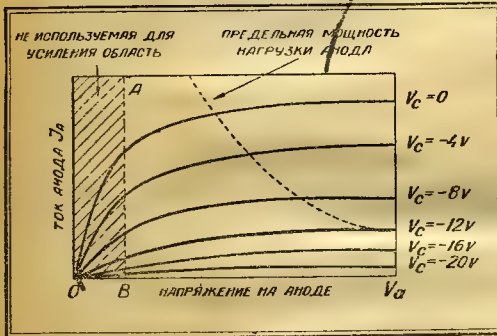
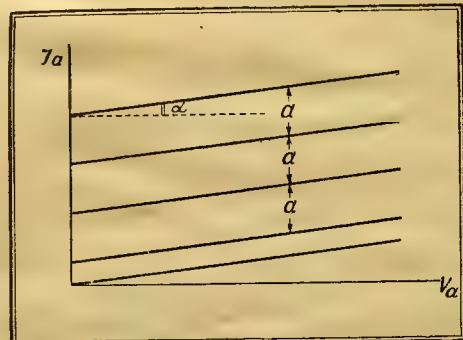
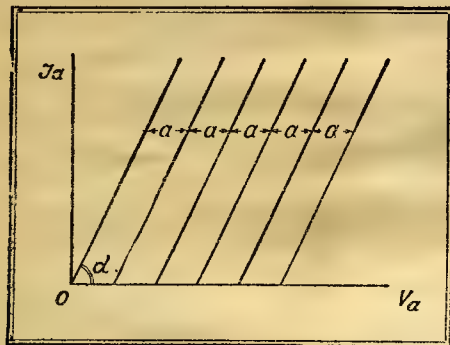

Рис. 1
Рис. 2
Рис. 3
Все недостатки, присущие пентоду, вытекают непосредственно из свойств его характеристик, почему мы их здесь с этой точки зрения и рассмотрим. На рис. 1 показаны типичные характеристики мощного пентода для зависимости тока анода I_a от напряжения на аноде V_a для постоянных отрицательных напряжений на управляющей сетке V_c . Основные недостатки этого вида характеристик, вернее ламп ими обладающих, следующие:
2. Непрямолинейность или изогнутость характеристик в рабочих областях (вправо от линии АВ). Изогнутость ламповых характеристик обозначает непостоянство величин крутизны (S) и внутреннего сопротивления (R_1) лампы при изменениях рабочего напряжения на аноде в процессе усиления. Это значительно затрудняет выбор рабочего режима лампы для получения усиления с минимумом искажений.
3. Неодинаковость расстояний между отдельными характеристиками (рис. 1), отличающимися на равные величины напряжений на управляющей сетке. Это приводит к значительным искажениям при усилении и заставляет для получения от пентода удовлетворительных результатов очень тщательно подбирать рабочие режимы и сопротивление нагрузки в анодной цепи. Идеальными характеристиками пентода были бы характеристики, показанные на рис. 2, точно так же как для триода идеальными характеристиками являются характеристики, показанные на рис. 3. Конечно практически получить характеристики такого